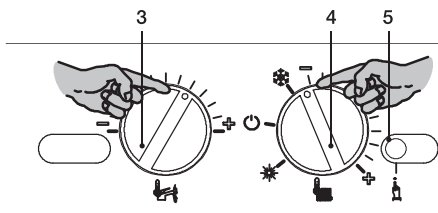

Рисунок 7.5
горячего водоснабжения 3 и переключатель функций 4 так, как показано на следующем рисунке (Рисунок 7.5).
- Чтобы настроить давление розжига горелки, войдите в режим программирования, нажав и удерживая в течение 15 с кнопку сброса 5 (Рисунок 7.5), пока на ЖК-дисплее не появится параметр P01. На ЖК-дисплее последовательно отобразятся следующие символы (параметр P01 будет загораться поочередно с ---).
- Нажмите кнопку сброса 5 (Рисунок 7.5) и пролистайте параметры до P14, предназначенного для настройки давления розжига горелки. На ЖК-дисплее последовательно отобразятся следующие символы (параметр P14 будет загораться поочередно с цифрой 135).
- Чтобы изменить настройку, поверните регулятор температуры в системе горячего водоснабжения 3 (Рисунок 7.5) и установите ее в выбранное положение.